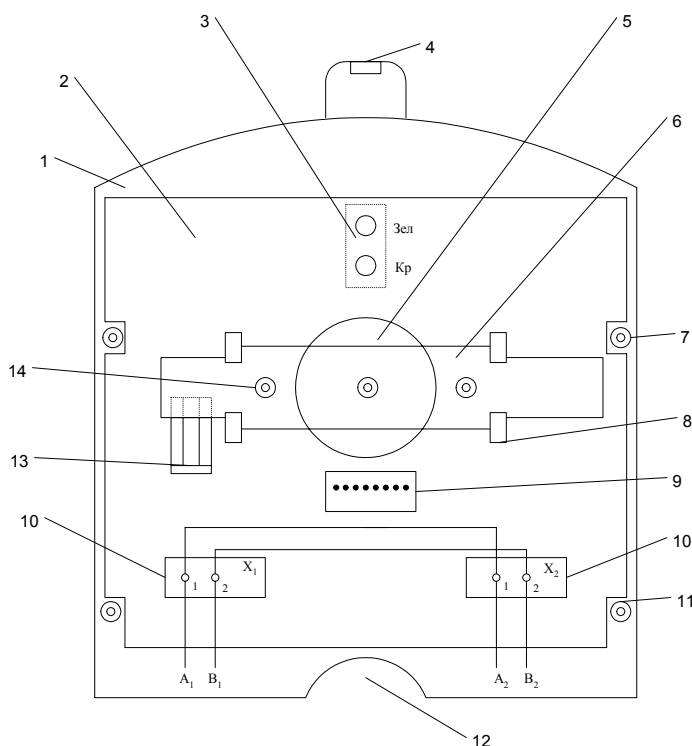

Рис. 6.1
6.2.1. Извещатель представляет собой конструкцию, состоящую из основания, внутренней крышки и наружной крышки. Основной цвет наружных поверхностей - красный. На Рис. 6.1. показано основание извещателя с платой и расположенными на ней электрическими элементами и приводными элементами кнопки.
Провода пропустить в канал (Рис. 6.1)
После монтажа проводов поставить на место обе крышки и опломбировать в местах, указанных на Рис.6.1. (при этом кнопка должна быть в верхнем положении).